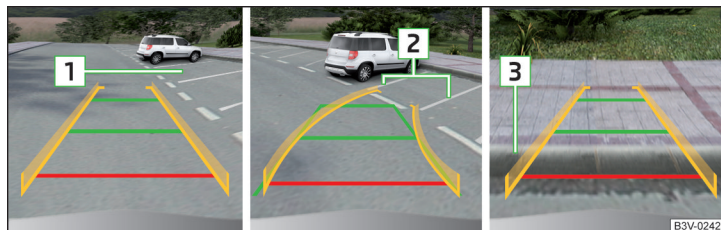

Fig. 279 Visualización de la pantalla
- Desplazarse lentamente por la plaza de aparcamiento **1** » fig. 279 y parar el vehículo.